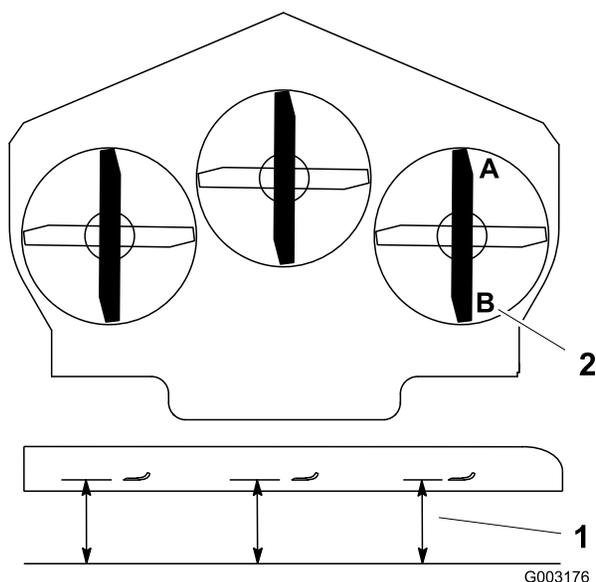

**Figura 79**
7. Si las medidas realizadas en las posiciones **B** o **C** no son correctas, afloje el perno que fija la cadena trasera al brazo de soporte trasero (Figura 79).
8. Afloje la contratuerca situada debajo del brazo de soporte trasero y ajuste el perno de ajuste hasta obtener una medida de 7,9 a 8,3 cm (Figura 79).
7. Afloje las contratuerca de pivote delantero, en la parte delantera de los pivotes derecho e izquierdo, unos 13 mm (Figura 79).
8. Ajuste las tuercas de elevación en el lado izquierdo y derecho de la máquina hasta obtener una distancia de 6 a 10 mm menos en la parte delantera en **A** que en la parte trasera, en **B** (Figura 79).